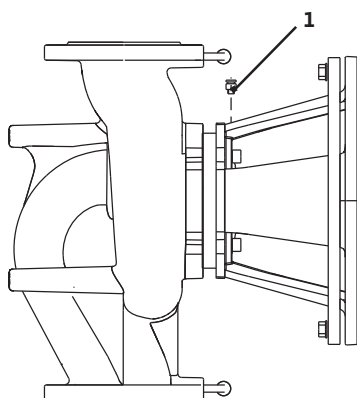

Fig. 43: Udluftningsventil
- Udluft pumperne ved at løsne udluftningsventilerne (fig. 43, pos. 1). Tøriløb ødelægger pumpens glideringstætning. Differenstrøktansmitteren må ikke udluftes (fare for ødelæggelse).